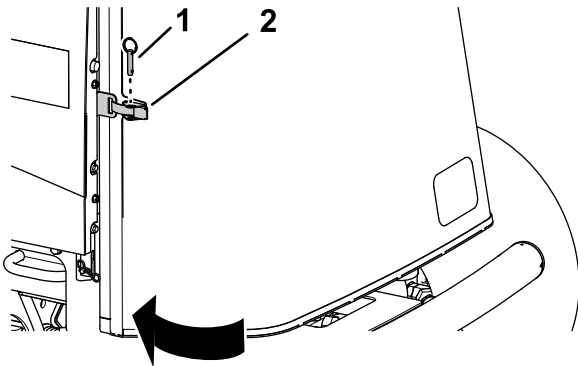

Figure 61
1. Fermez et verrouillez la protection (Figure 61).